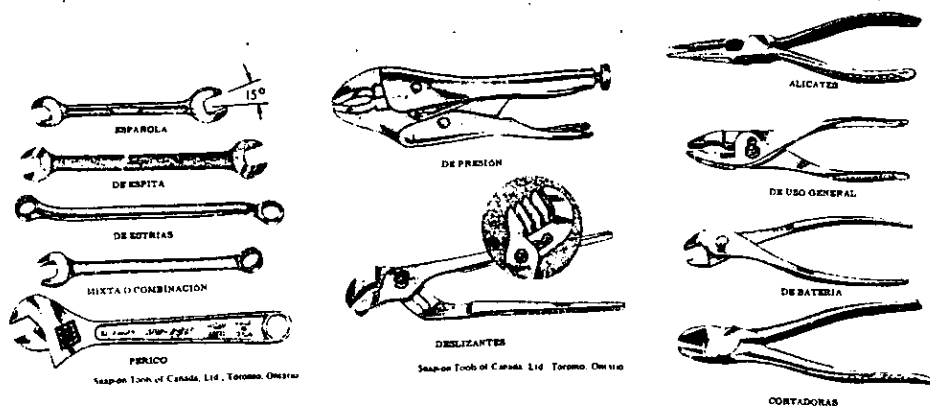

Fig. 7 Tipos de llaves y de pinzas.
**LLAVES ESPAÑOLAS (fig. 7).**- Las llaves españolas no son tan convenientes como las de dado y se usan solamente cuando el dado no puede llegar al tornillo o a la tuerca. La llave española tiene una abertura que está hecha de tamaño específico para encajar en la cabeza del perno o de la tuerca, la abertura está, generalmente, a un ángulo de 15 grados con relación al cuello de la llave. Este ángulo ayuda al trabajo de la llave en sitios estrechos, volteando la llave para que el extremo contrario entre en los dos costados siguientes de la tuerca o del tornillo, aunque el giro de la llave esté limitado a 30°
**LLAVE DE ESPITA (fig. 7).**- La llave de espita es de apariencia similar a la llave española, pero es más larga y delgada. Se usa para ajustar las espitas de las válvulas y no debe ser usada para otro propósito.
**LLAVE DE ESTRÍAS (fig. 7).**- La llave de estrías tiene, por decirlo así, un dado en cada uno de sus extremos y se usa en las mismas condiciones que las llaves españolas. Es más segura que éstas y se usa en lugares donde es imposible usar los dedos.
**LLAVES DE COMBINACIÓN (fig. 7).**- Es una llave que combina los tipos de española y estrías. Tienen en un extremo una cabeza de llave española y en el otro una cabeza de llave de estrías, ambas de la misma dimensión.
**PERICO (fig. 7).**- El perico tiene dos mordazas ajustables y se debe utilizar sólo cuando no se pueda utilizar alguna de las llaves ya mencionadas, ya que el perico no ajusta tan bien como aquellas y por lo tanto maltrata las tuercas o tornillos.
**PINZAS CORTANTES O DIAGONALES (fig. 7).**- Estas pinzas tienen quijadas de acero repasado, colocadas en ángulo, y se usan para cortar alambre eléctrico, metal delgado o para sacar chavetas.